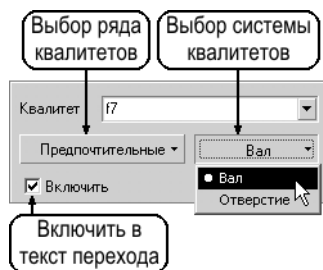

Рис. 9.15. Редактирование квалитета
- значение квалитета можно вводить вручную или с помощью рядов. Во втором случае выберите систему допусков (вала, отверстия) и требуемый ряд квалитетов. Выбор системы осуществляется с помощью правой кнопки на панели редактирования квалитета (рис. 9.15), выбор ряда — с помощью левой кнопки. Затем нажмите кнопку , расположенную справа от поля **Квалитет**, и выберите квалитет из раскрывающегося списка. Если значение квалитета требуется вставить в текст перехода, установите маркер напротив опции **Включить** (рис. 9.15);